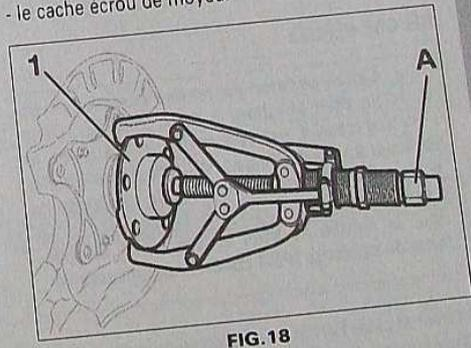
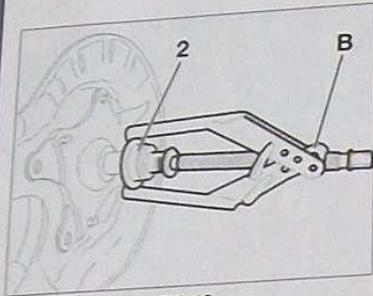

FIG. 18
FIG. 19
- Mettre en place un extracteur (A) (Fig.18) de type Facom U20B.
- Déposer l'ensemble roulement moyeu (1).
- Mettre en place un extracteur (B) (Fig.19) de type Facom U35P.
- Déposer la cage de roulement (2).